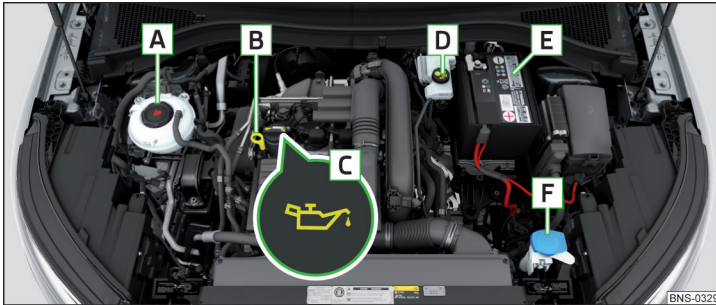

Abb. 332 Anordnungsbeispiel im Motorraum
- Den Deckel der Motoröleinfüllöffnung **C** abschrauben » Abb. 332 auf Seite 300.